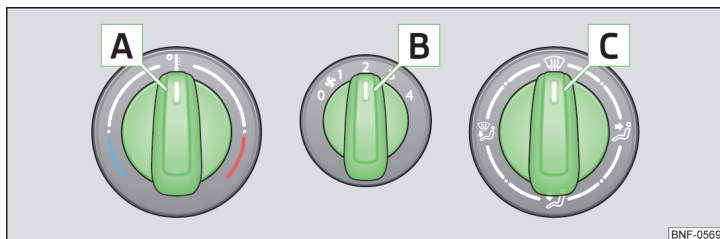
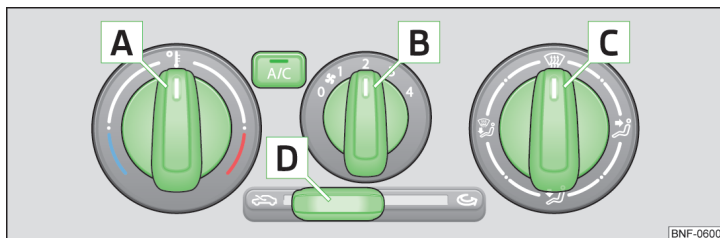

Fig. 74 Elementos de mando de la calefacción
Fig. 75 Elementos de mando del aire acondicionado
Funciones de los elementos de manejo individuales » fig. 74 y » fig. 75
- Para la **conexión** del Servicio de aire circulante, desplace el regulador **D** a la posición » fig. 75 de la página 73.